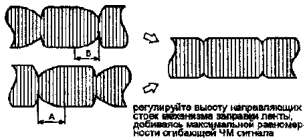

Рис. 2
4. Якщо огинає ЧМ сигналу нерівномірна (необхідно прагне до того, щоб форма огинаючої була максимально наближеною до прямокутної), зокрема, якщо ділянка А такий, як на рис. 2, то обертаючи верхній фланець правою направляючої стійки по або проти годинникової стрілки добийтеся вирівнювання сигналу.